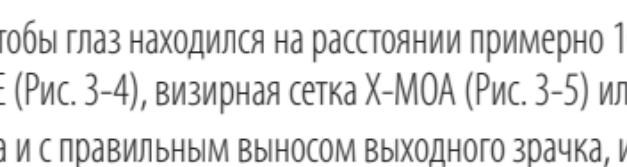
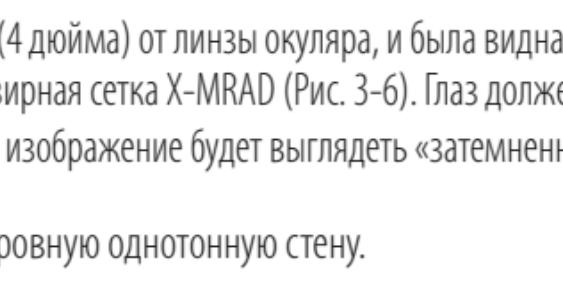
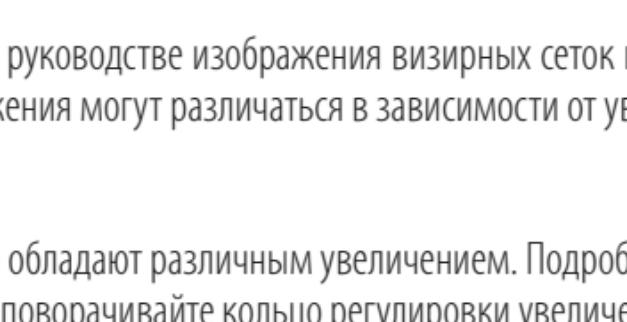

Рис. 3-4
Рис. 3-5
Рис. 3-6
(2) Фокусировка
① Посмотрите в окуляр так, чтобы глаз находился на расстоянии примерно 10 см (4 дюйма) от линзы окуляра, и была видна визирная сетка SPEEDFORCE (Рис. 3-4), визирная сетка X-MOA (Рис. 3-5) или визирная сетка X-MRAD (Рис. 3-6). Глаз должен смотреть по центру окуляра и с правильным выносом выходного зрачка, иначе изображение будет выглядеть «затемненным».
② Направьте объектив прицела на небо (НЕ НАПРАВЛЯЙТЕ на солнце) или на ровную однотонную стену.
③ Поворачивайте кольцо регулировки окуляра против часовой стрелки, а затем по часовой стрелке до тех пор, пока визирная сетка не станет четкой.